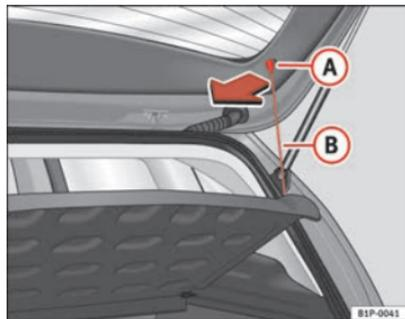

Fig. 106 Pianale portaoggetti
- Sganciare i tiranti ⇒ fig. 106 (B) dagli alloggiamenti (A).